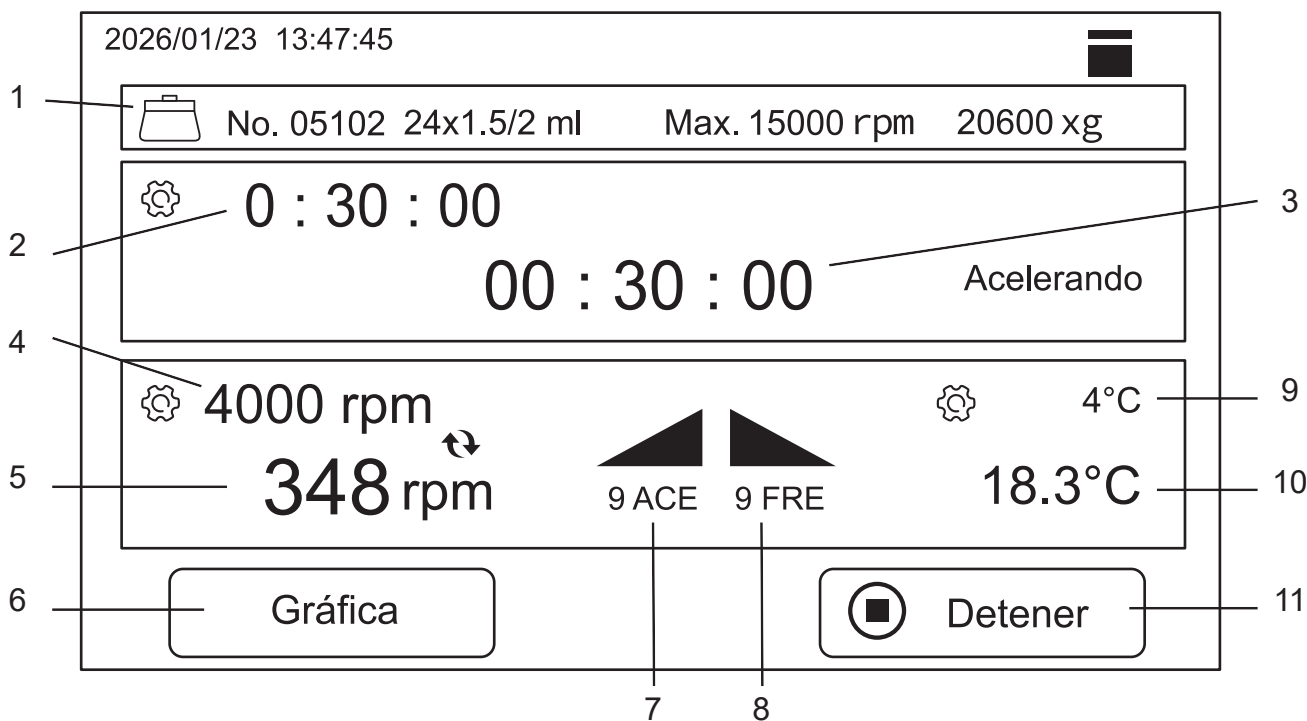

Figura 5.
• Tras configurar los parámetros, al pulsar el botón de “Iniciar”, la pantalla LCD mostrará la interfaz de centrifugación principal, como se muestra en la Figura 5.